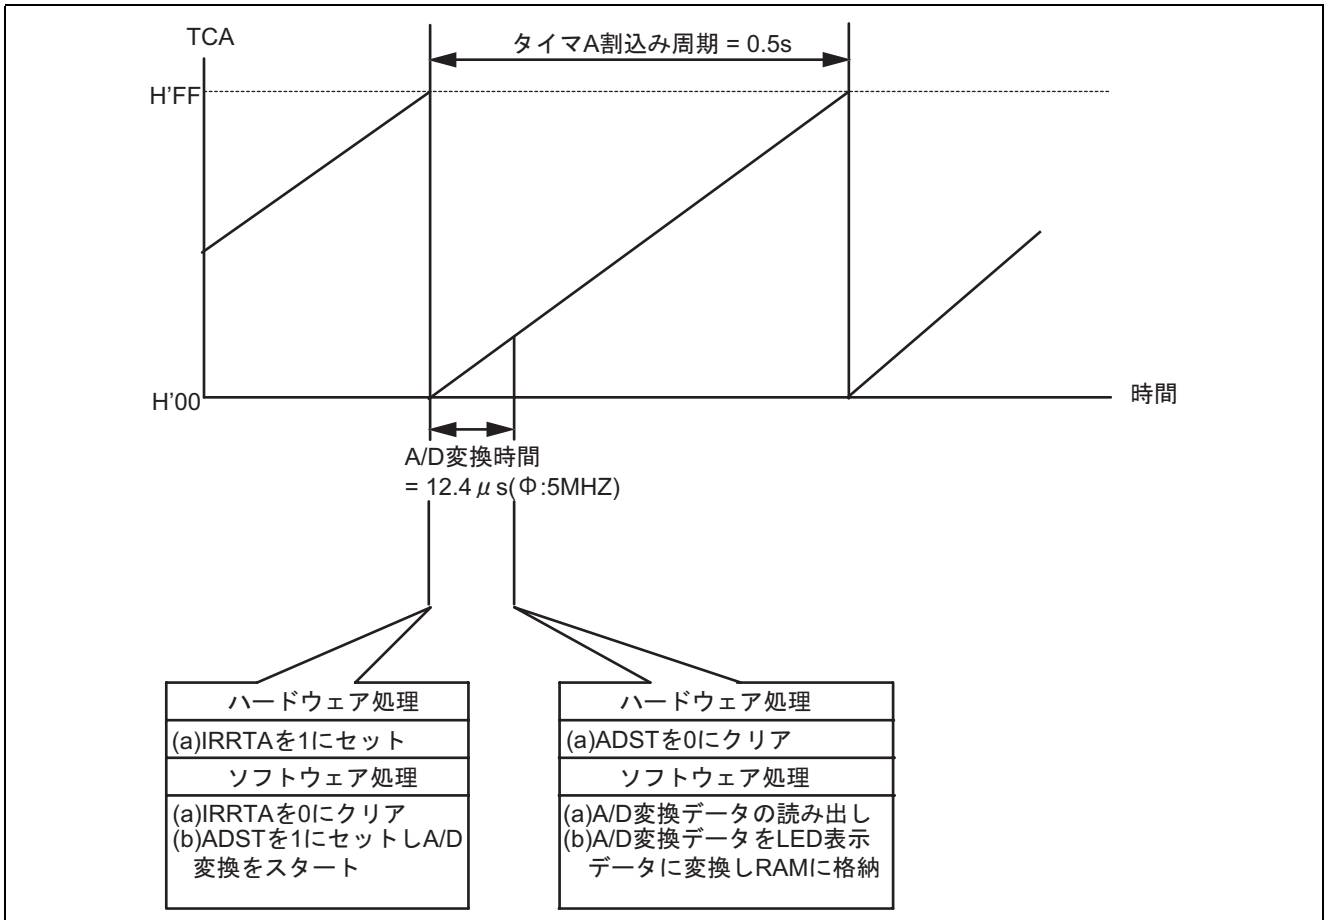

図7 タイマAを使用したAN0端子のA/D変換の動作原理
1. 図7にタイマAを使用した、AN0端子のA/D変換を行う際の動作原理を示します。図7に示すように、本タスク例では、A/D変換割込みを使用せずに tmra 割込み処理ルーチンの中で、A/D変換終了判定を行っています。